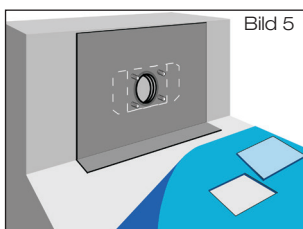

Bild 5
1.5 Dampfsperrbahn aus **Bitumen** oder **Kunststoff** ausrollen. Im Bereich des Schiebeflansches Dampfsperrbahn quadratisch ausschneiden (Bild 5).